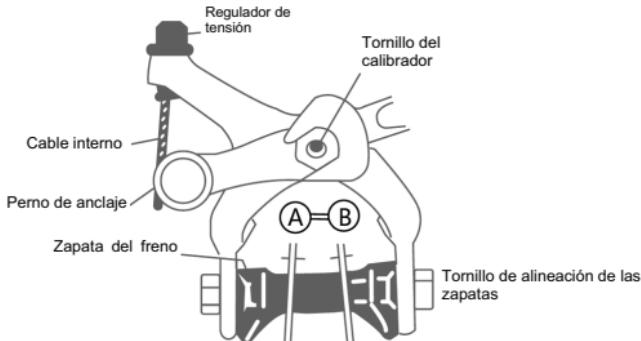

Figura 8
- Ambas zapatas deben tener la misma distancia a la llanta: entre 1 y 2 mm. Se pueden ajustar con los tornillos de alineación de las zapatas. (Figura 8)